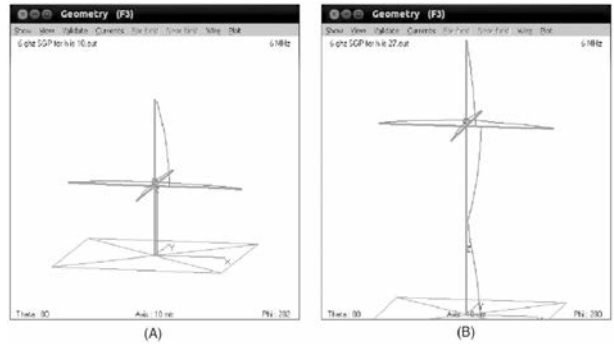
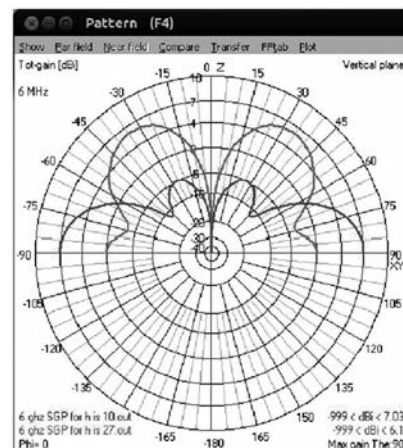
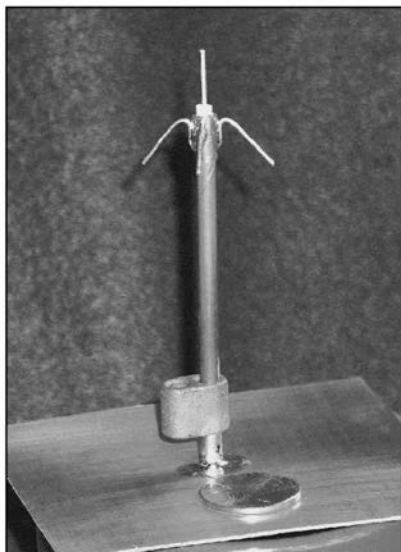

Figura 1: Antena GP con línea de transmisión no resonante (A) y línea de transmisión resonante (B).
Figura 2: Ganancia de la antena GP con (línea superior) y sin (línea inferior) corrientes de modo común en la línea de transmisión.
Figura 3: Antena GP para pruebas a 5.9 GHz. Moneda mostrada para la escala.
11. A continuación, inserte el conjunto de cable y pin en el cuerpo del conector. Atención: la aislación interna encaja perfectamente. Si durante el proceso de estañado se expandió, puede recortarla con cuidado con un cúter (Figura 2). Tenga cuidado de evitar que ningún fragmento o residuo de la malla del coaxial entre en la carcasa.
Esta es la parte final de nuestro recorrido detallado de una fuente de alimentación HV típica. Todavía estamos usando el diagrama de circuito que apareció como Figura 1 en la Revista RCA N° 88 de julio/2017.
Los conectores HV diseñados para uso generales suelen estar hechos para un cable tipo RG 58, que es más que adecuado para las corrientes y voltajes involucrados. Obviamente, es vital conectar el blindaje del cable de alta tensión a la toma de tierra de la fuente de alimentación, así que no confíe en las conexiones fortuitas a través del panel frontal y otras estructuras metálicas. Instale una tierra totalmente independiente, uniendo el cable directamente desde la brida del conector HV al punto donde la conexión a tierra entra a la unidad (marcada 'E' en la Figura 1 de la Parte 1).
Como muestra la Figura 1, el extremo negativo del banco de condensadores no está conectado directamente al chasis, sino a una guía de retorno HV- separada. Esta instalación permite la medición segura de la corriente de ánodo sin necesidad de conectar un medidor en la línea HV+³. Una conexión HV- independiente también permite la medición correcta del ánodo y las corrientes de grilla en un amplificador grilla/masa.
La Figura 3 muestra dos fallas en el circuito de retorno HV que deben evitarse. En la Figura 3a, D1 – D3 y R3 han desaparecido de alguna manera, por lo que el suministro de HV no tiene retorno negativo dentro de la fuente de alimentación. Luego, puede flotar hasta un alto voltaje indeterminado, creando peligro en una parte del cableado que normalmente se asumiría como “inofensivo en su mayor parte”. La figura 3b es aún peor, porque el amplificador no tiene conexiones de chasis tierra con la fuente de alimentación HV, probablemente, porque simplemente se olvidó de enchufarlas. En esa situación, los condensadores de derivación de alta tensión y/o las resistencias de descarga dentro del amplificador cargarán el metal del chasis hasta el potencial HV+. Entonces, el circuito HV intentará completarse a través del objeto conectado a tierra más cercano... muy probablemente usted.
Para evitar estos riesgos, el chasis y las interconexiones HV- exigen el mismo nivel de integridad que las HV+. Se necesitará un conector de múltiples vías, y para este rol es adecuada la serie XLR de 5 pines (Foto 2). Son conectores de enganche de alta calidad con especificaciones de corriente muy adecuadas y están disponibles en varias marcas¹. La razón para usar un conector de 5 pines es que los amplificadores triodo requieren dos conexiones de retorno separadas capaces de transportar alta corriente, una para HV- y otra para chasis/tierra. Cada conexión está duplicada, utilizando un cable multiconductor importante y dos pines en el conector. Como se muestra en la Figura 1, el quinto pin está conectado al relé RL1 en el transformador de alto voltaje primario. Al usar un núcleo adicional en el mismo cable multiconductor, el conector de 5 pines crea un enclavamiento de seguridad para asegurar que el alto voltaje no pueda encenderse a menos que las conexiones HV- y chasis/tierra también estén en su lugar.
Juntas, todas esas precauciones le darán una buena defensa en profundidad contra cualquiera de las fallas mostradas en la Figura 3. Aun así, es posible que desee agregar un bus de conexión a tierra entre la PSU y el amplificador. En situaciones de trabajo comparables, muchas autoridades exigen esto como norma.
Figura 3: (a) La conexión HV- interrumpida crea peligro de descarga dentro de la fuente de alimentación HV. (b) La ruptura del retorno chasis/tierra crea un peligro de descarga eléctrica en la estructura metálica del amplificador.
¹ La Figura 1 estaba en la edición de julio, la Figura 2 en la de octubre y la Figura 3 aparece en este número.
¿Importa? Sí, y mucho. Además de los cambios drásticos en la ROE, el patrón se ve afectado. La Figura 1 muestra una antena GP con (A) una línea de transmisión no resonante y (B) con una línea de transmisión resonante. La Figura 2 muestra la ganancia de la antena GP con (línea superior) y sin (línea inferior) corrientes de modo común en la línea de transmisión. Los patrones se generaron con 4nec2⁵.
Esto también parece confirmarse en la práctica. Incluso poner algunas cuentas en la parte inferior del cable coaxial, por ejemplo, en el punto donde el cable coaxial va a tierra en el caso mostrado en la Figura 2, es sorprendentemente efectivo. En términos generales, las piezas de ferrite son las mejores cuando se instalan en los nodos reales. Agregar uno tiende a mover los nodos reales a la vez que los reduce. Mi estrategia generalmente es extenderlos, poniendo uno sobre cada cuarto de onda. Por lo tanto, como uno cambia el patrón de onda estacionaria inadvertidamente al cambiar el enrutamiento coaxial, seguramente llegará a algunos de los nodos. Normalmente, la adición de tres o cuatro piezas de ferrite a intervalos de cuarto de onda reducirá las variaciones de ROE a un nivel insignificante.